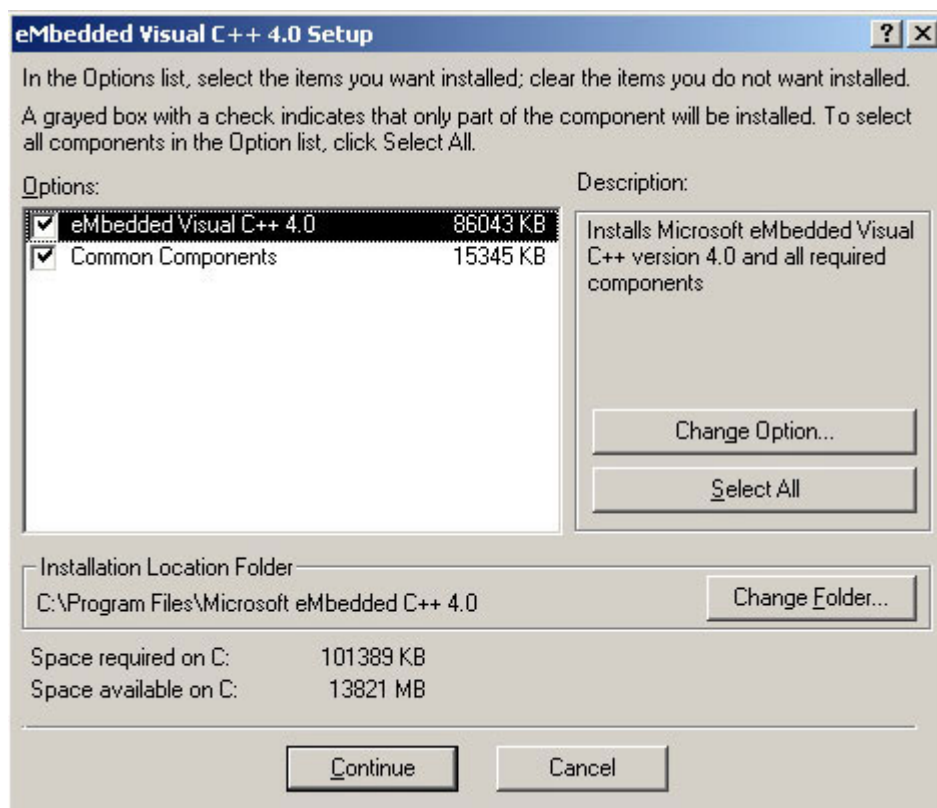

图 3-9 确认安装信息
9、接下来出现安装确认对话框如图 3-9，不作任何修改，直接确认安装（建议客户不要修改默认的安装路径，以免今后使用时出现错误）。